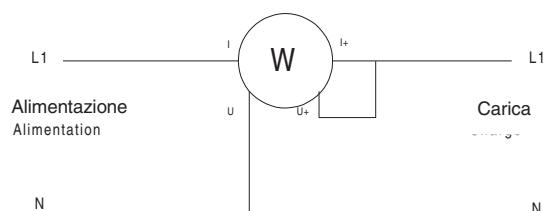
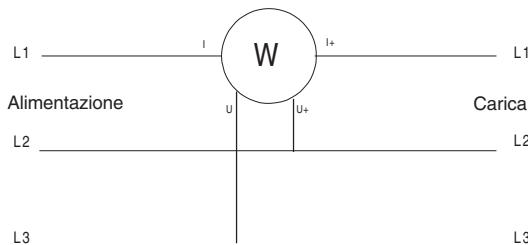

Fig 4.4.1 Schema di collegamento in monofase
Fig 4.4.2 Schema di collegamento in Trifase 3 Fili Equilibrati (unicamente PX 120)
Applicare lo schema di collegamento della Fig. 4.4.1. (monofasato) oppure della Fig. 4.4.2. (Trifasato equilibrato, T3FE unicamente PX 120), a seconda i casi, verificando, se possibile, che non superi i limiti massimi ammissibili (vedi tabella di sotto)
3. Applicare lo schema di collegamento della Fig. 4.4.1. (monofasato) oppure della Fig. 4.4.2. (Trifasato equilibrato, T3FE unicamente PX 120), a seconda i casi, verificando, se possibile, che non superi i limiti massimi ammissibili (vedi tabella di sotto)
- Applicare lo schema di collegamento della Fig. 4.4.1. oppure della Fig. 4.4.2. (T3FE unicamente PX 120), a seconda i casi, verificando, se possibile, che non superi i limiti massimi ammissibili (vedi tabella di sotto) La commutazione di portata è automatica.